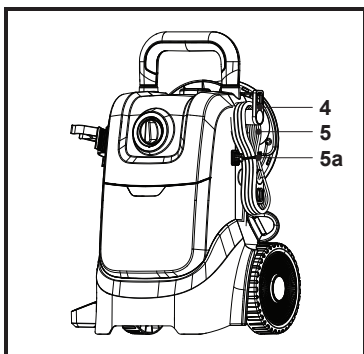

Fig. 23
2. Enrole o cabo de alimentação (5) à volta dos dois suportes do cabo (4) e fixe-o no devido lugar com um grampo do cabo (5a) fornecido (Fig. 23).